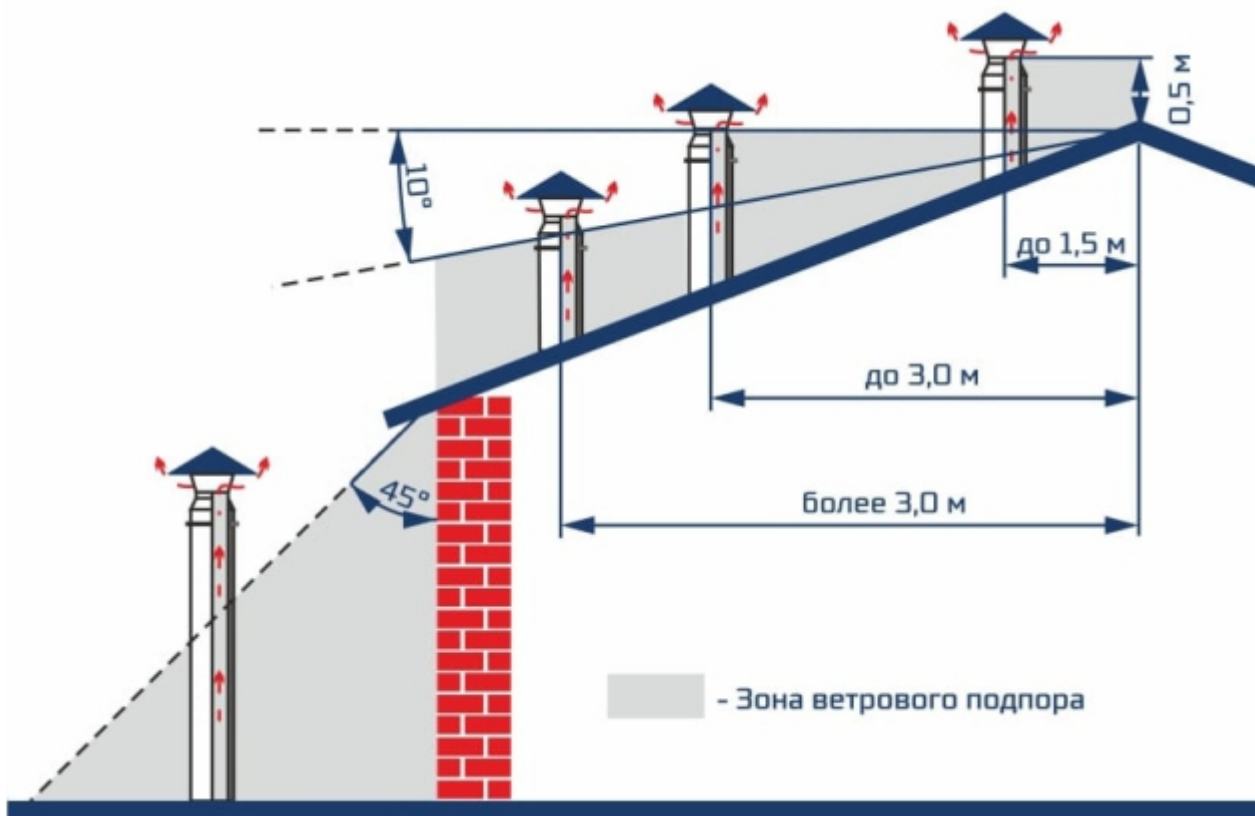

Рисунок 4. Вылет дымовой трубы в зависимости от конструкции кровли.
8. Для получения нормального режима горения топлива и создания тяги (в случае эксплуатации без Горелки) необходимо иметь прямую дымовую трубу. В случае необходимости допускается прокладывать горизонтальные газоходы (борова) длиной не более 1,5 м. Высоту дымовой трубы над крышей (в зависимости от расстояния ее до конька крыши) рекомендуется выполнить как показано на рис. 4.